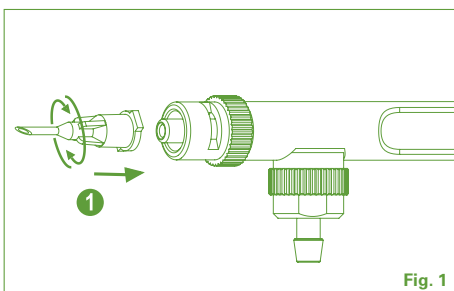

Fig. 1
#### Assembling (Fig. 1, 2 and 3)
1. Attach needle (Fig. 1).
#### Montageanleitung (Abb. 1, 2 und 3)
1. Nadel befestigen (Abb. 1).
#### Montage (Fig. 1, 2 et 3)
1. Fixer l'aiguille (Fig. 1).